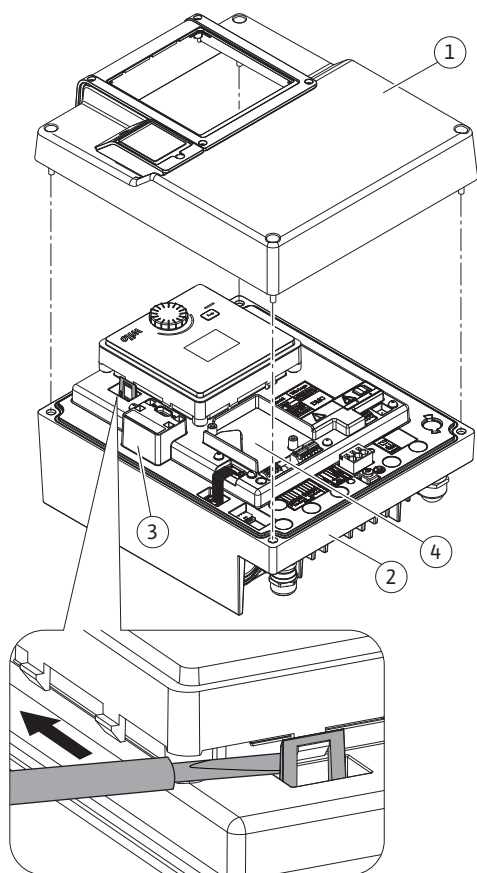

Fig. 28: Elektronikmodul
| Elektronikmodulens övre del | Fig. 28, pos. 1 Fig. 1, pos. 2 | M5 | 4.5 | |
| CIF-modul | Fig. 28, pos. 4 | PT 30x10 | 0.9 | |
CIF-moduler (tillbehör) används för kommunikation mellan pumpar och fastighetsautomation. CIF-moduler sätts på i elektronikmodulen (Fig. 28, pos. 4).